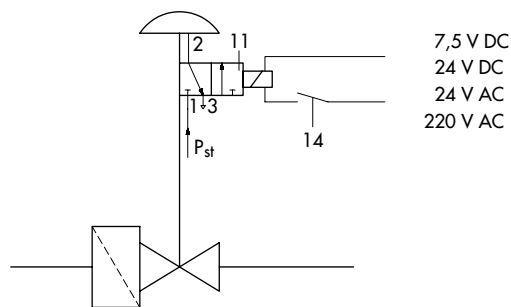

Рис. 5 · Принцип действия прибора без позиционера
Давление p_{st} подается на соленоидный клапан (11), катушка которого включена в релейную схему блокировки установки сжигания топлива (контакт 14). В рабочем состоянии катушка управляющего клапана находится под током, и давление p_{st} через штуцер 1 (рис. 5 и 6) воздействует на рабочую мембрану. При отключении электричества или другой неисправности управляющий клапан переключается и из камеры мембраны через выход 3 сбрасывается давление. Усилием возвратных пружин регулирующий клапан закрывается за время менее 1 секунды.